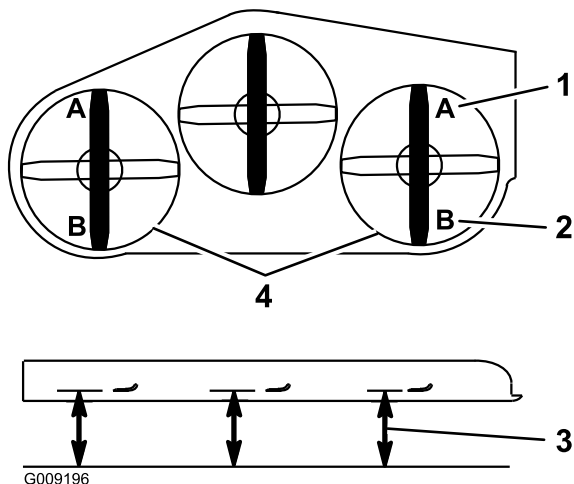

**Figura 86**
- Gire el tornillo de ajuste hasta obtener una altura de 8.3 cm (3-1/4 pulgadas) (Figura 86).